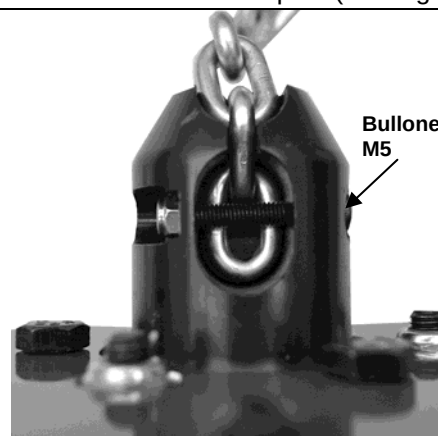

Figura 2-17
- 2) Inserire il bullone M5 tramite posizionatore della catena nella parte anteriore del collegamento della catena all'interno del relativo posizionatore (Cfr. Figura 2-17).